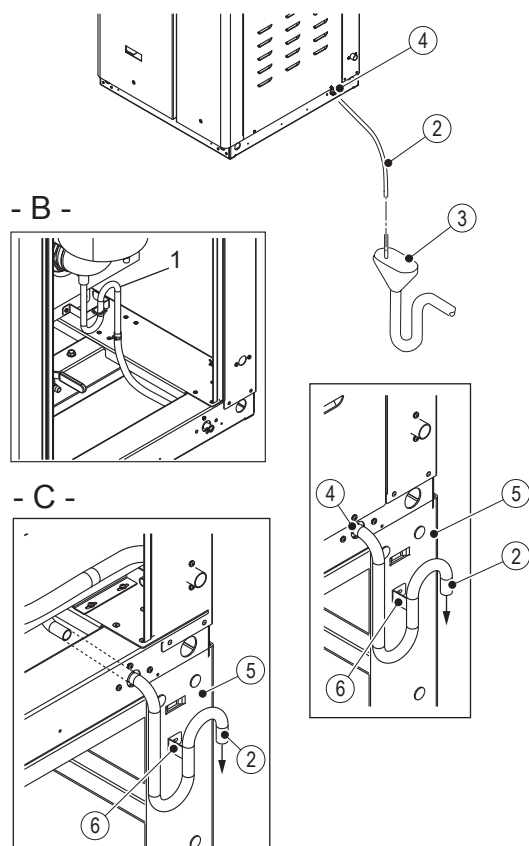

Abb. 13: Abgas-Kondensatablaufführung für CS-Modelle (A - GS 23-45, B - GS 65, C - GS 90-260)
Der Abgas-Kondensatablauf ist gemäß der Übersichtsabbildung (Abb. 13 auf Seite 33) und den geltenden lokalen Vorschriften für Wasserinstallationen zu erstellen.
- Installieren Sie den Kondensatablaufschlauch (nur CS-Modelle) und befestigen Sie ihn mit einer Schlauchklemme am Anschluss - siehe Abb. 13 auf Seite 33. Der Schlauch muss für eine Temperatur von 100 °C ausgelegt sein. Schließen Sie den Schlauch an ein Kondensatneutralisationsgerät an bevor Sie den Schlauch in den Ablauf führen, falls dies die lokalen Vorschriften so vorschreiben.